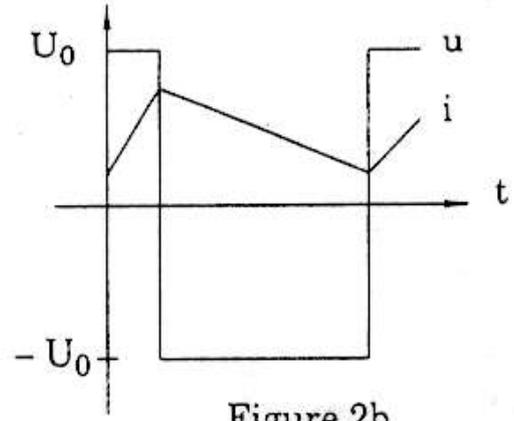

Figure 2b
I.A.3) Préciser dans quels quadrants fonctionnait la machine lorsqu'on a relevé les oscillogrammes présentés en figure 2b, 2c et 2d.